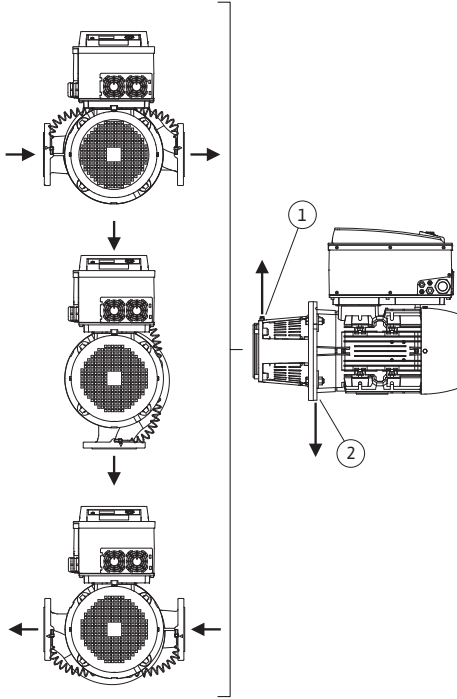

Fig. 14: Sallitut asennusasennot, vaakatasoinen moottoriakseli
Sallitut asennusasennot, kun moottoriakseli on vaakatasossa ja elektroniikkamoduuli ylöspäin (0°), on esitetty kuvassa Fig. 14.
Kaikki muut asennusasennot paitsi "elektroniikkamoduuli alaspäin" (-180°) ovat sallittuja. Pumpun ilmaus voidaan taata optimaalisesti, kun ilmanpoistiventtiili osoittaa ylöspäin (Fig. 14, pos. 1).
Johda syntyvä kondenssivesi kohdennetusti pois olemassa olevien porattujen aukkojen, pumpun tiivistelaipan sekä moottorin kautta (Fig. 14, pos. 2).